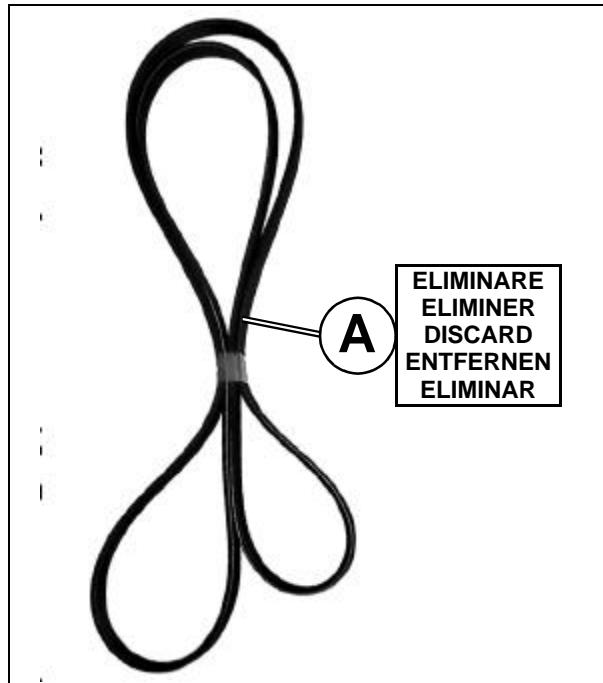

FIG.2A
- Smontare ed eliminare la cinghia di trasmissione (part. A di fig. 2A).
- Remove and discard the transmission belt (detail A in fig.2A).
- Déposer et éliminer la courrie de transmission (part. A de la fig.2A)
- Antriebsriemen (Teil A der Abb.2A) ausbauen und entfernen.
- Desmontar y eliminar la correa de transmision (part. A de fig.2A)